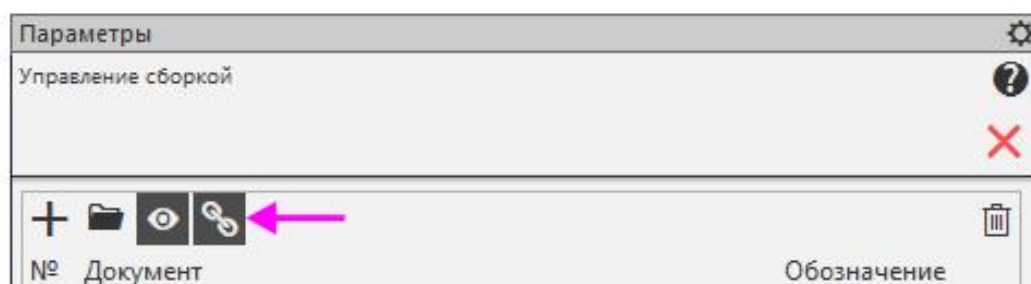

Рис. 35
- Убедитесь, что кнопка **Получать** свойства из документа диалога нажата. Это нужно для автоматического заполнения основной надписи данными из чертежа (См. рис. 35).